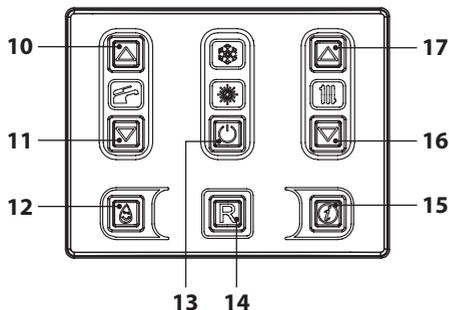
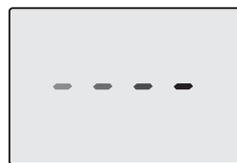

Figura 2.12
Figura 2.13
Per attivare la funzione preriscaldamento 3 stelle tenere premuto il tasto 12 (Figura 2.12) fino a far apparire sul display LCD il simbolo  (Figura 2.11).
N.B. Se alla caldaia viene tolta l'alimentazione elettrica, alla successiva riattivazione aspettare almeno 1 minuto prima di attivare la funzione. Per disabilitare la funzione preriscaldamento 3 stelle tenere premuto il tasto 12 (Figura 2.12) fino a quando nel display LCD non scompare il simbolo .
Tenere premuto per 2 secondi il tasto 13 (Figura 2.12) fino a far apparire sul display il simbolo  (i trattini vengono accesi in sequenza per simulare uno scorrimento) (Figura 2.13).